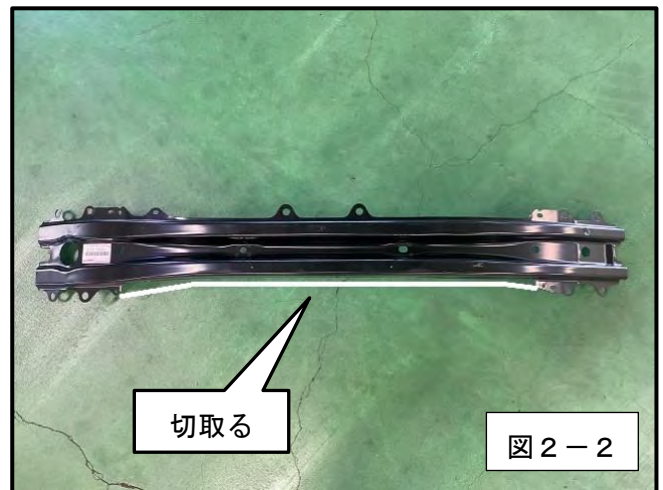

図2-2
- (2) ④バンパーレインフォースメント下部の白線部分を切取ってください。(図2-2)